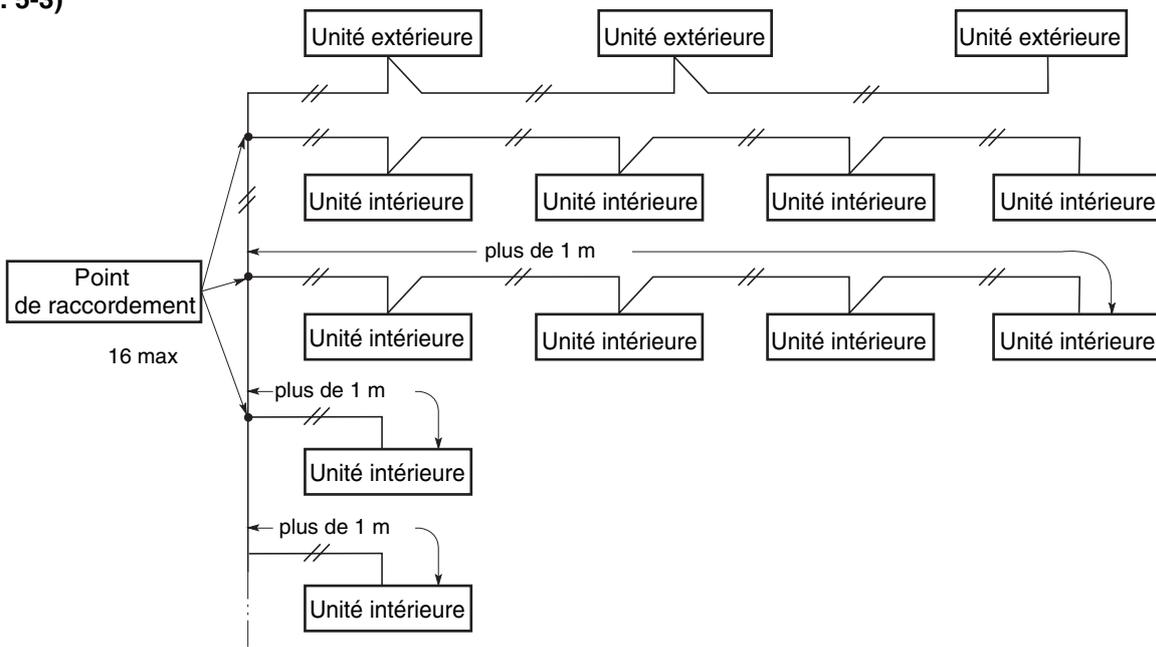

Fig. 5-3
- (4) En cas de raccordement de l'interconnexion, prévoyez 16 points de raccordement maximum. (Les branches de moins de 1 m ne sont pas comptabilisées dans le nombre total de branches.) (Fig. 5-3)